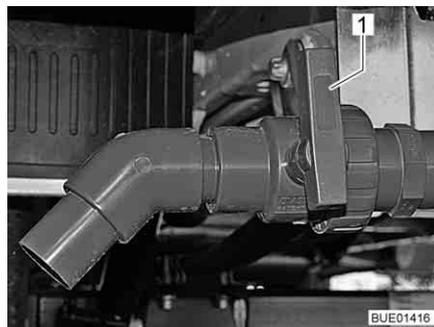

Fig. 203 Rubinetto di scarico
- Girare la maniglia (Fig. 203,1) del rubinetto di scarico nella direzione di scorrimento.